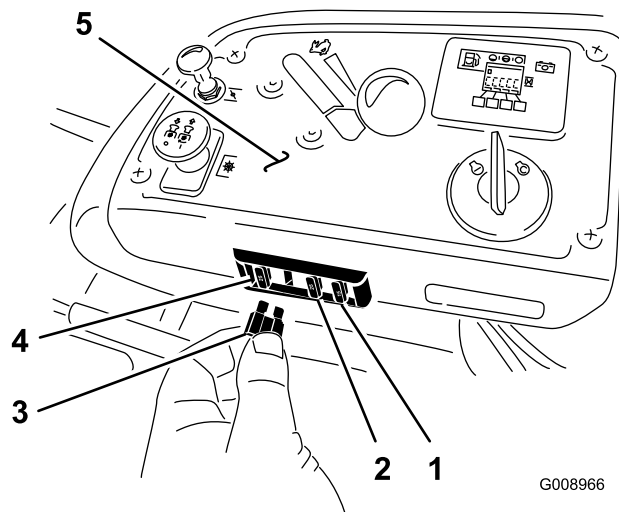

Figure 56
Les fusibles sont situés sur la console droite, près du siège (Figure 56).
2. Remplacez le fusible (Figure 56).